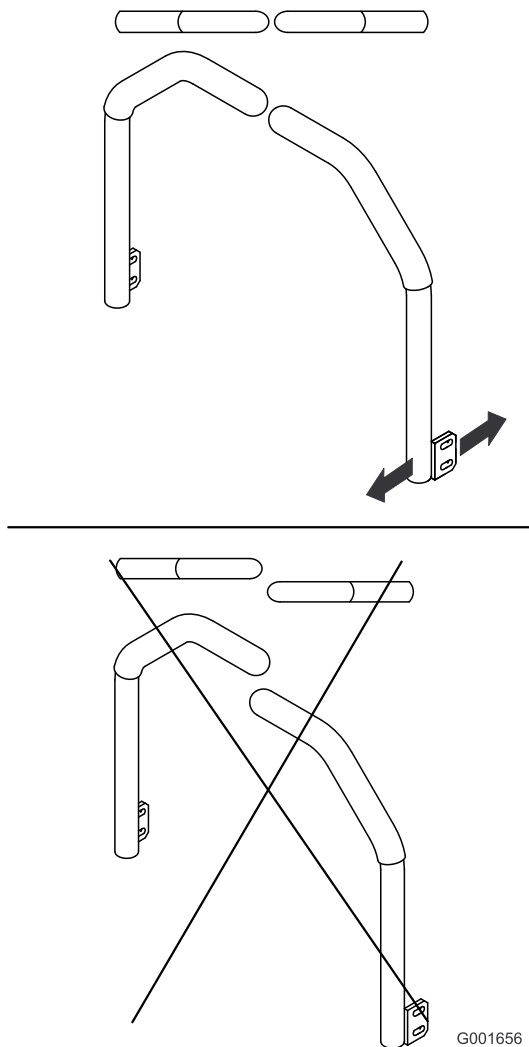

Рисунок 55
5. Отрегулируйте рычаги управления так, чтобы они были выровнены по одной линии, и затяните болты, прикрепив рычаги к стойкам (Рисунок 55).